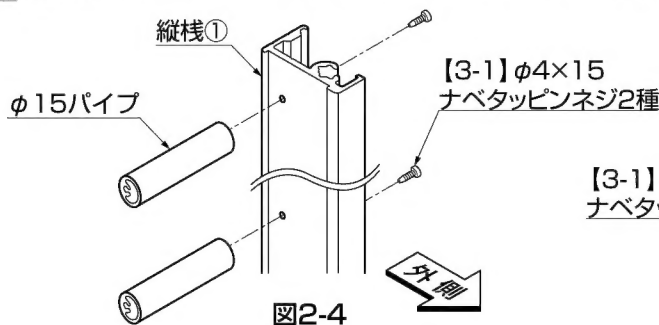
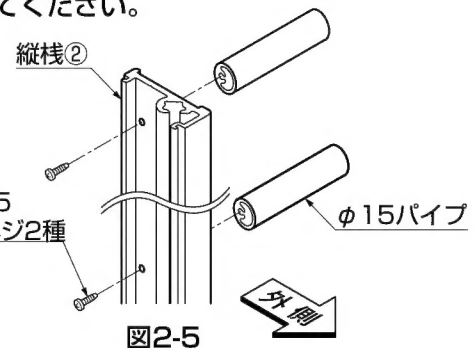

図2-4
図2-5
- 外側からパネルを見て右側へは縦桟①を、左側へは縦桟②を取付けてください。(図2-4、図2-5参照)